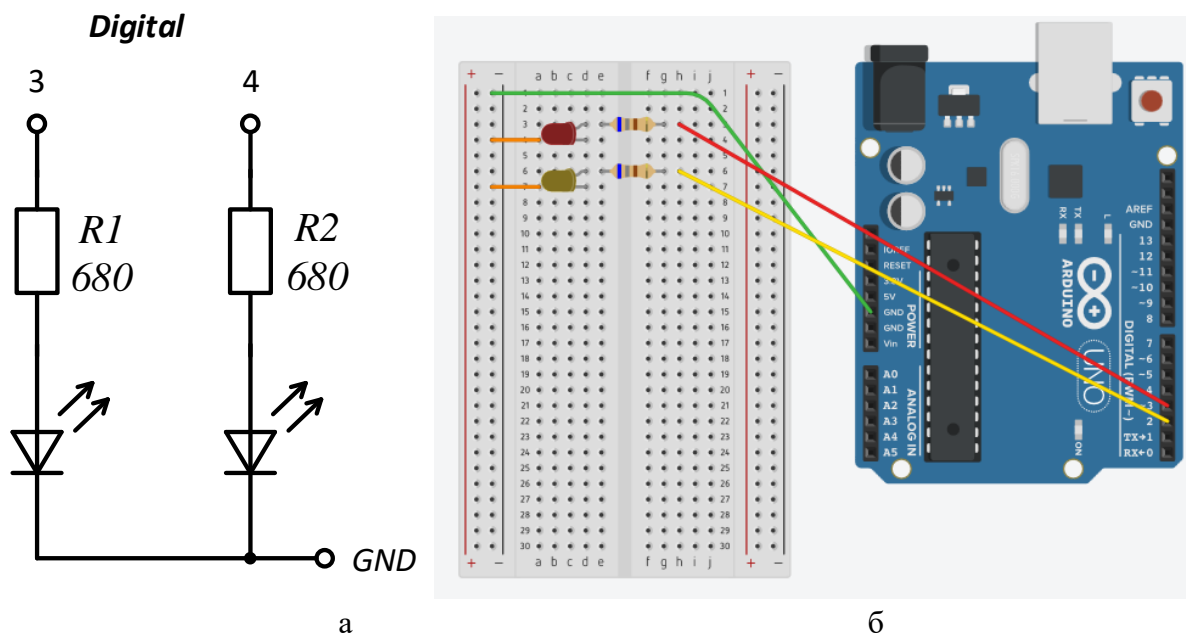

Рисунок 6.6 — Схема підключення (а) та приклад підключення (б) світлодіодів до Arduino
*9. Зібрати на макетній платі схему згідно з рис. 6.6